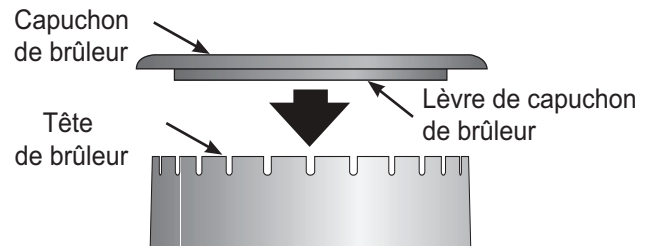

Figure 18 : Capuchon de brûleur
1. Retirer le capuchon de la tête de brûleur (voir Figure 18). Nettoyer le capuchon à l'eau chaude savonneuse et sécher soigneusement.